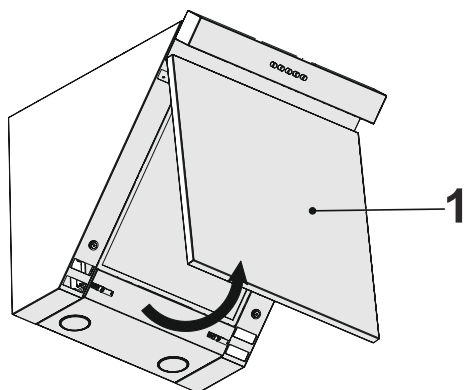

Fig. 7
1. ➔ Vinkla kantsugplattan uppåt i pilens riktning (Fig. 7)